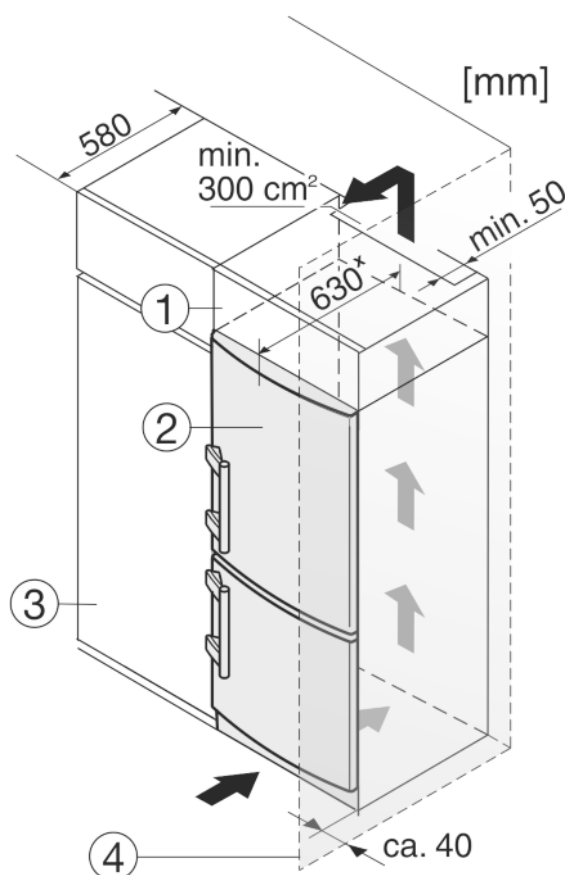

Fig. 9
- (1) Opbouwkast
- (2) Apparaat
- (3) Keukenkast
- (4) Wand
Het apparaat *Fig. 3 (6)* kan worden ingebouwd in de keuken. Om het apparaat aan de hoogte van het keukenblok aan te passen, kunt u er een passende opbouwkast *Fig. 9 (1)* op plaatsen.
Bij een ombouw met keukenkasten (diepte max. 580 mm) kan het apparaat direct naast de keukenkast *Fig. 9 (3)* worden geplaatst. Het apparaat steekt aan de zijkant 34 mm* en in het midden 50 mm* uit ten opzichte van het keukenkastfront.
Plaats u het apparaat met de scharnierkant naast een muur *Fig. 9 (4)*, dan moet de afstand tussen apparaat en muur minstens 40 mm bedragen. Dit in verband met het uitsteken van de deurgreep bij een geopende deur.